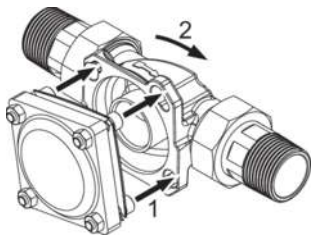

Abb. 5: Schrauben durchführen und einrasten - Befestigungsprinzip
3. Den Einbaudrehflansch JQE ohne Rohrstützen an den geräteseitigen Anschlussflansch ansetzen und die Schraubenköpfe durch die Bajonettbohrungen des Einbaudrehflanschs führen (Befestigungsprinzip siehe Abbildung 5).
4. Den am Anschlussflansch der Geräterückseite hängenden Einbaudrehflansch JQE leicht im Uhrzeigersinn drehen, um die Schrauben in den Bohrungen des Einbaudrehflanschs einzurasten (Befestigungsprinzip siehe Abbildung 5).